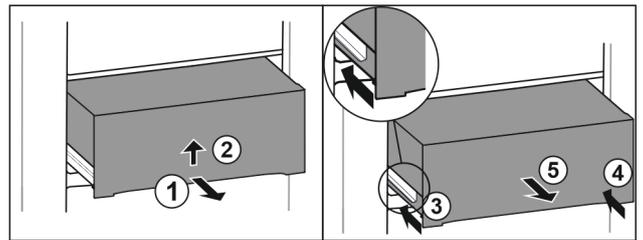

Fig. 32
- Schubfach halb herausziehen. Fig. 32 (1)
- Schubfach an der Unterseite anheben. Fig. 32 (2)
- Linke Schiene einschieben. Fig. 32 (3)
- Rechte Schiene einschieben. Fig. 32 (4)
- Schubfach nach vorne entnehmen. Fig. 32 (5)